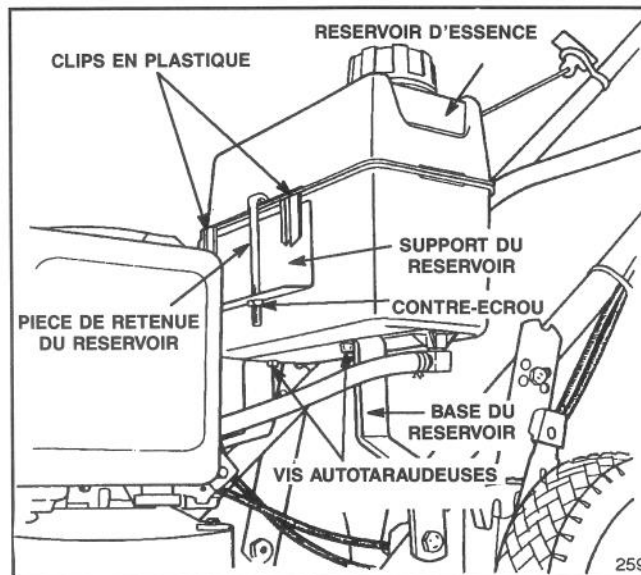

Figure 3
1. Accrochez les clips en matière plastique de l'arrière du réservoir sur le support du réservoir (figure 3).
2. Fixez le réservoir sur sa base avec deux vis autotaraudeuses (figure 3), sans trop serrer.
3. Accrochez la pièce de retenue du réservoir sur celui-ci et insérez l'extrémité de cette pièce dans le trou du support du réservoir. Fixez la pièce de retenue au support avec un contre-écrou (figure 3), sans trop serrer.